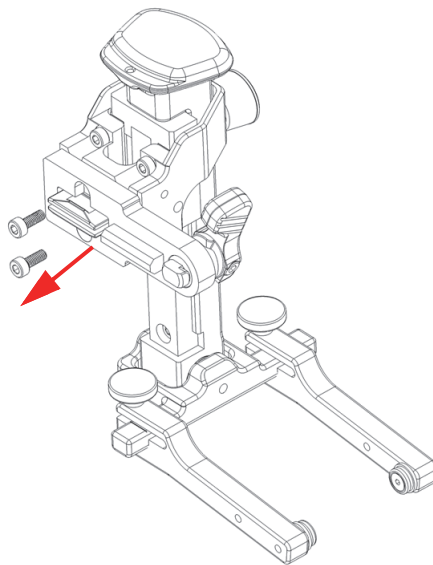

图 2-19 取出两个螺钉
1. 使用一个2.5毫米的六角键取下弹簧加载臂支架上的两个螺钉（参见第52页的图 2-19）。